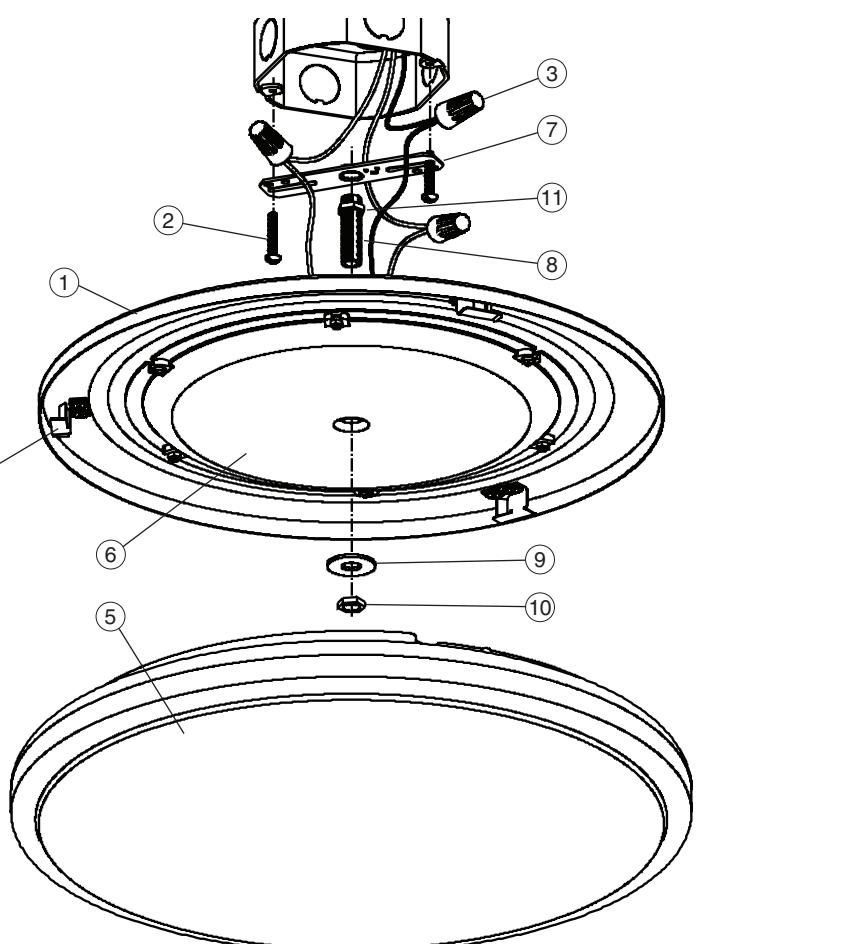
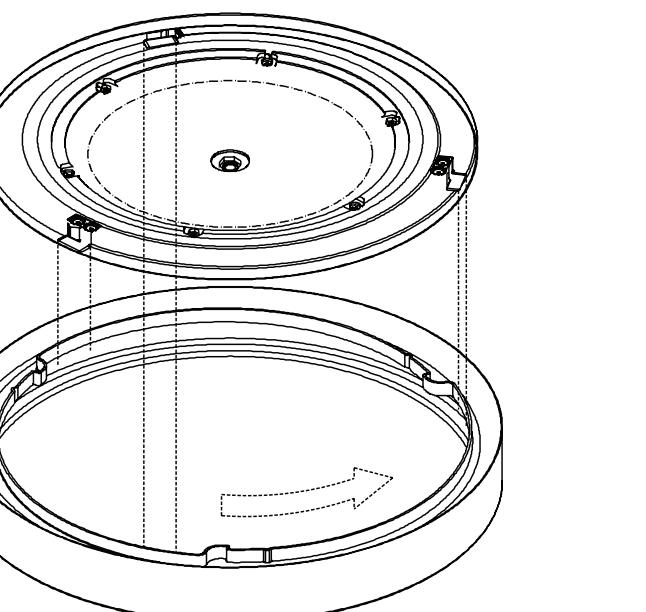

Figure 1
Figure 2
- Faire pivoter le diffuseur (5)** dans le sens horaire jusqu'à ce qu'il soit dégagé des clips de montage (4), puis le retirer du bac de l'assemblage du boîtier (1). Retirez le ou les emballage(s) des pièces. Vérifiez qu'aucune pièce ne manque. Voir « Liste d'emballage du dispositif » à la page 2
- Pour installer le diffuseur (5)**, soulever le diffuseur jusqu'au bac, placer la partie la plus large du diffuseur sur les trois clips (4) du bac, puis pousser le diffuseur contre le plafond. Le tourner dans le sens de rotation horaire usqu'à ce que le ressort des pinces retienne le diffuseur en place. **Voir la Fig. 2.**
- L'alimentation coupée, soutenir fermement le bloc boîtier (1)** et connecter le fil de terre vert de l'appareil au fil de terre nu en cuivre de la boîte de jonction à l'aide d'un capuchon de connexion (3). (Si le câblage d'alimentation ne comprend pas un fil de mise à la terre, consulter votre code d'électricité local et vérifier les méthodes conformes de mise à la terre). **Voir la Fig. 1.**
4. **With the power turned off, hold the fixture Housing Assembly (1)** firmly and connect the green ground wire from the fixture to the bare copper ground wire from the junction box using a WIRENUT (3). (If house wiring does not include a ground wire, consult your local electrical code for approved grounding methods). See Fig. 1.
5. **Use WIRENUTS (3) to connect black fixture wire** to the black power supply wire and white fixture wire to the white power supply wire. See Fig. 1.
6. **Hold Housing Assembly (1)** in one hand and with the other hand position wires up and into outlet box.
7. **Align Threaded Rod (8)** with center hole on Housing. Push Housing Assembly (1) to ceiling surface. Install Washer (9) onto Rod (8) and secure fixture with Cap Nut (10).
**Note: Cap nut (10) should be hand-tighten only.
**WARNING: RISK OF SHOCK- Do not operate fixture without Barrier Lens (6) installed.**
8. **To Install Diffuser (1), lift Diffuser up to Pan, position the widest part of the Diffuser rim over the three Clips (5) on the Pan then, push the Diffuser up against the ceiling. Twist clockwise until spring tension of Clip holds Diffuser in place.** See Fig. 2.
1. **Gire el difusor (5)** en sentido antihorario hasta retirar los sujetadores de montaje (4), luego retire del panel del conjunto de la carcasa (1). Retire los paquetes de piezas. Verifique que no falten piezas. Consulte la Lista de empaque de montaje en la página 2.
2. **. Instale la barra transversal (7) a la caja de unión con dos tornillos 1"** (2). Instale la vara roscada (8) en la barra transversal (7). Deje aproximadamente 7/8" de la vara roscada al descubierto. Ajuste la contratuerca (11).
4. **Con la electricidad apagada, sostenga la Ensamblaje de la carcasa (1)** firmemente y conecte el alambre verde de conexión a tierra del luminario al alambre desnudo de cobre de la caja de ensambladura usando un capuchón de alambres (3). (Si el alambrado de la casa no incluye un alambre de hacer tierra, consulte su código eléctrico local para métodos aprobados de hacer tierra. Vea Fig. 1).
5. **Use Capuchones de Alambres (3)** para conectar el alambre negro del luminario al alambre negro de suministro eléctrico y el alambre blanco del luminario al alambre blanco de suministro eléctrico. Vea Fig. 1.
6. **Sostenga el Ensamblaje de la Carcasa (1)** con una mano y con la otra estire los cables dentro de la caja de conexiones.
7. **Alinee la vara roscada (8) con el orificio central en la carcasa.** Empuje el conjunto de la carcasa (1) a la superficie del techo. Instale la arandela (9) en la vara (8) y asegure el montaje con la tuerca ciega (10).
**Nota: La tuerca ciega (10) solo debe ser ajustada manualmente. No ajuste excesivamente.**
**ADVERTENCIA: RIESGO DE ELECTROCHOQUE. No utilice el dispositivo si las lentes de barrera (6) no están instaladas.**
8. **Para instalar el difusor (5), levante el difusor hasta el panel, coloque la parte más ancha del borde del difusor sobre los tres sujetadores (4) en el panel, a continuación, empuje el difusor hacia arriba contra el techo. Tuerza a la derecha hasta que el resorte de tensión de la Grapa agarre el Difusor en su lugar. Vea Fig. 2.**